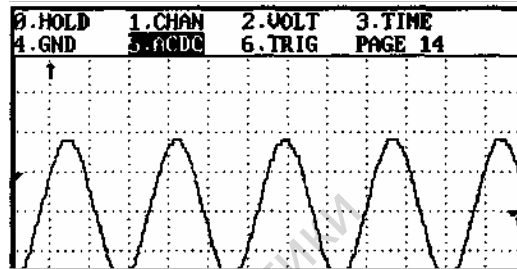

Рис. 3-9.
- Режим переменного тока используется для измерения сигнала переменного тока такого, как (см. рис. 3-9).